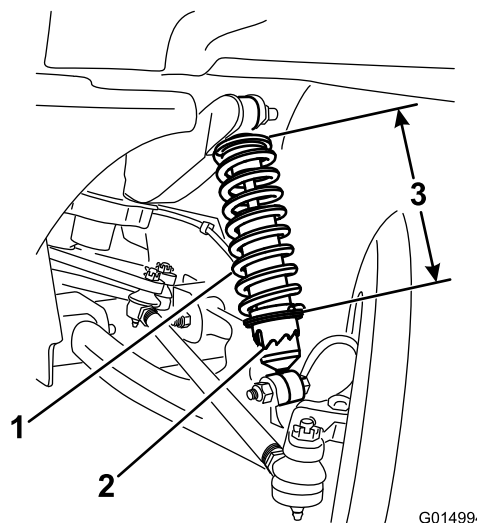

Figure 33
3. À l'aide de l'outil TORO6010, tournez la bague sur l'amortisseur pour changer la longueur du ressort (Figure 33).